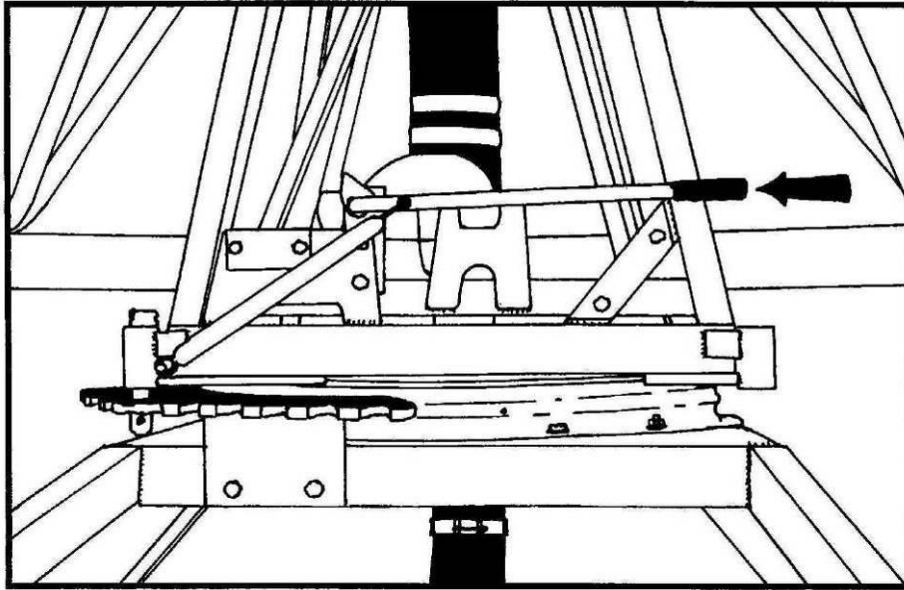

Abb.9
Falls zutreffend prüfen, ob der Auslegerdrehkranz gesichert ist (Abb. 9).
- 8: Bei drehbarem Ausleger - lösen Sie den Feststellstift des Auslegerdrehzapfens im Mittelstück (Seite 10, Abb. 9). Bleiballast (bei Auslieferung um das Wassereinlassrohr im Fahrgestell gewickelt) ist u. U. als Gewichtsausgleich am Ausleger einzusetzen. Der Ballast wird dazu um das am Ende des Parallelabschnitts befindliche Wasserrohr gewickelt. Wenn das Feld ein leichtes Gefälle im rechten Winkel zur Fahrtrichtung aufweist, ist zu beachten, dass der Ausleger gesperrt bleiben sollte, damit er parallel zum Gefälle bleibt.
- 1: Bei drehbaren Auslegern ist der Drehzapfen im Mittelurm zu sperren (Seite 10, Abb. 9). Wenn die Sperre nicht einrastet, entweder die hohe Seite des Auslegers herunterziehen, bis die Sperre einrastet, oder einen zusätzlichen Abstand unter der Fallstütze im Abschnitt 2 lassen.